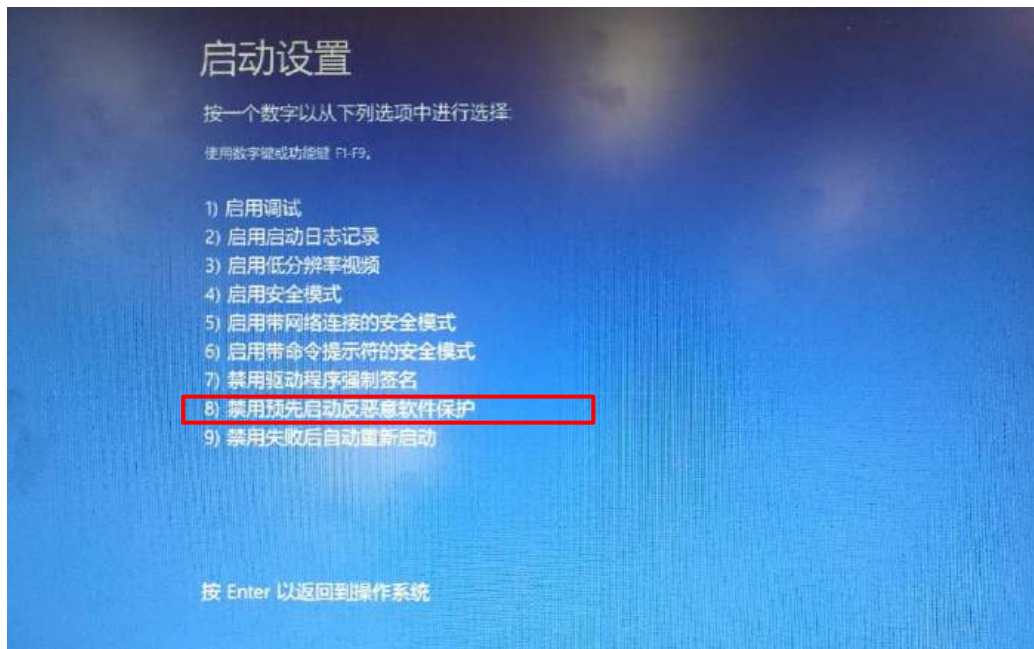

图 4-2-19. 禁用驱动程序强制签名
- 6) 再次重启后再选择“禁用驱动程序强制签名”启动。如图 4-2-19 所示。不成功,继续进行上述步骤 1-6 操作。